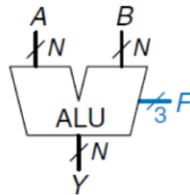

图 1
1. 根据 ALU 原理图(图 1), 使用 Verilog 语言定义 ALU 模块, 其中输入输出端口参考实验原理, 运算指令码长度为[2:0]。